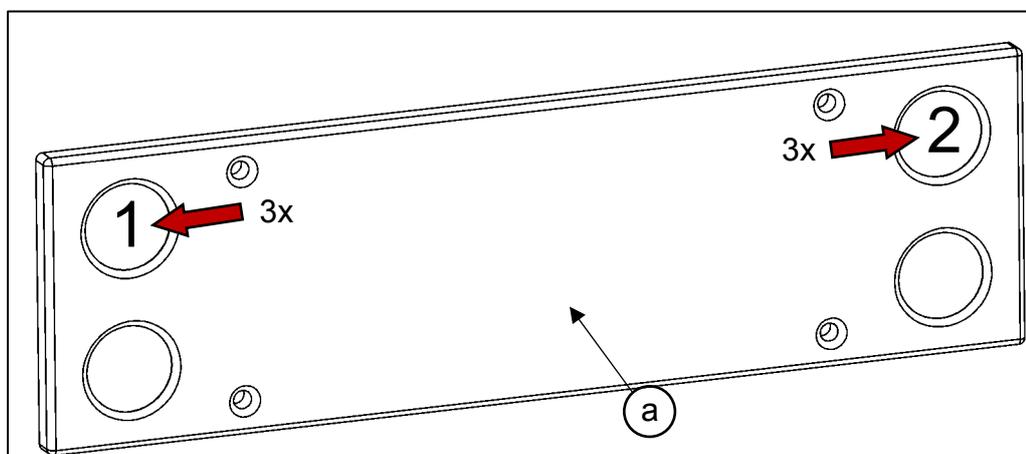

Fig. 84
- En el panel de control (a), presione el botón 1 (arriba a la izquierda) 3 veces, luego presione el botón 2 (arriba a la derecha) 3 veces (vea la Fig.84)